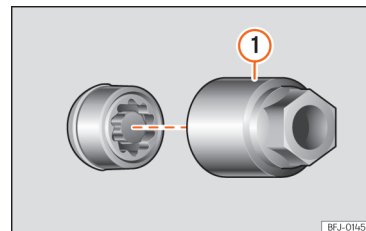

Fig. 245 Parafuso antirroubo com capa de proteção e adaptador.
- Encaixe o adaptador especial » » » Fig. 245 ① (ferramenta de bordo » » » Página 337) no parafuso antirroubo da roda até ao limite.